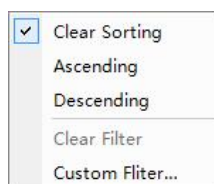

Fig 4- 7
- **Sortarea coloanelor:** Faceți clic pe  pictograma de pe antetul coloanei (cu excepția coloanei Well) și selectați **Ascendent** (Fig 4- 7), apoi datele sunt sortate în ordine crescătoare iar pictograma de sortare apare pe antetul coloanei; Clic **Descendent** pentru a afișa datele în ordine descrescătoare; dacă doriți să anulați sortarea, faceți clic pe clic dreapta pe comanda **Ștergeți Sortarea**.